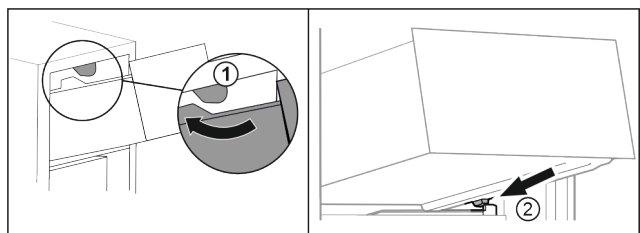

Fig. 133
- ▶ Обвести висувний ящик навколо верхнього стопора. Fig. 133 (1)
- ▶ Встановити висувний ящик за нижніми стопорами на ребро для резервуару навкосо. Fig. 133 (2)